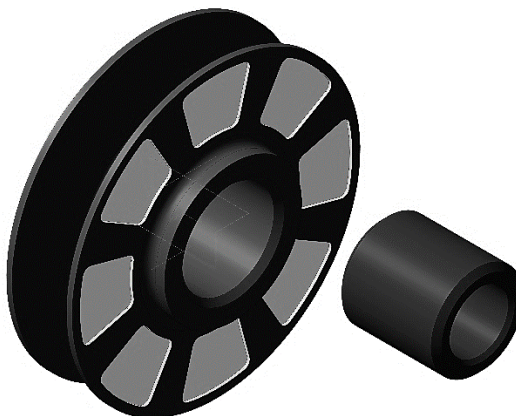

Рис. 15. Добавление компонента «Втулка»
1.3.5 Добавьте в сборку деталь «Втулка» . Поместите ее рядом с Роликом. В этот момент достаточно указать ее произвольное положение (рис. 15).